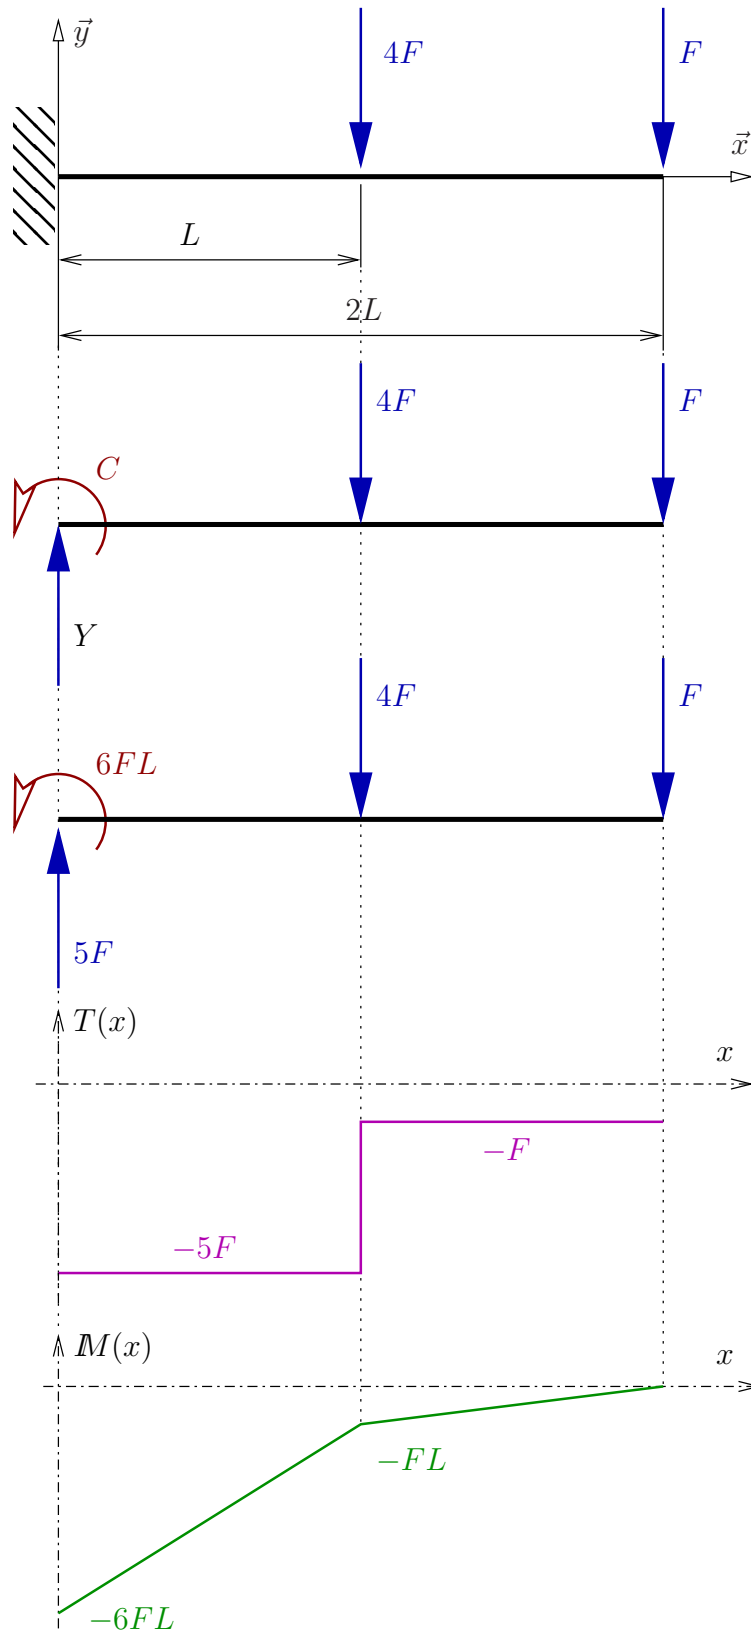

FIG. 1 – Présentation du problème de flexion.
1) Les équations du **P.F.S.** (qui étaient à écrire à partir des notations de la FIG. 1) donnent :
cf FIG. 1 [5]